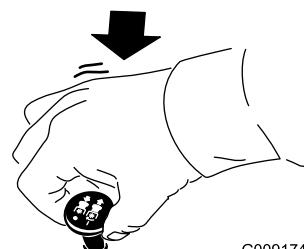

Figure 16
1. Désengagez les lames en plaçant la commande des lames en position DÉSENGAGÉE (Figure 16).